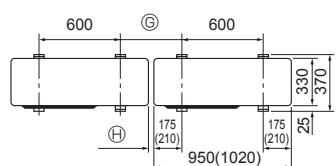

Fig. 3-1
- Certifique-se de instalar a unidade numa superfície firme e nivelada para evitar estrépitos durante a operação. (Fig. 3-1)
[Fig. 3-1]